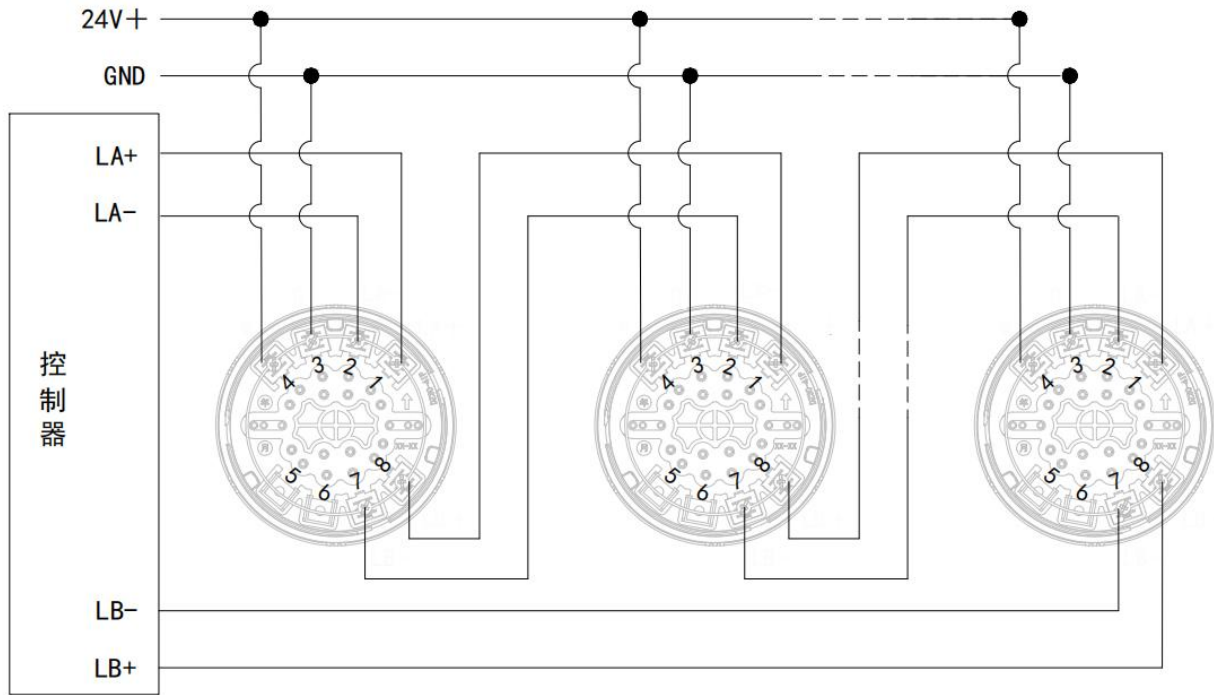

图3 环路接线方式底座接线图
- 环路接法：端子 1、2 接回路总线 LA+/LA-，区分极性；端子 7、8 为出线接下一底座的端子 2、1；最后一只声光端子 7、端子 8 连接回路总线的 LB-、LB+，V（端子 4）、G（端子 3）分别接电源线 DC24V 的 24V+和 GND，如图 3 所示：